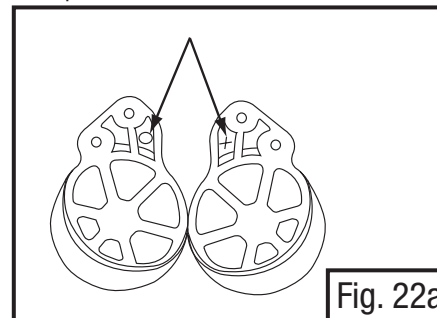

Fig. 22a
- Inspecter les éléments de montage en plastique noir et marquer l'emplacement des éléments de montage avec un « X » et un « O ». Il y a un élément de montage distinct pour le côté droit et le côté gauche (protecteurs d'oreilles). Correctement porté, l'élément de montage avec le « X » doit être du côté droit de la pièce faciale et l'élément de montage avec le « O » du côté gauche (soit le « X » à droite et le « O » à gauche). La Fig. 22a montre l'emplacement des marques « X » et « O » sur les éléments de montage.